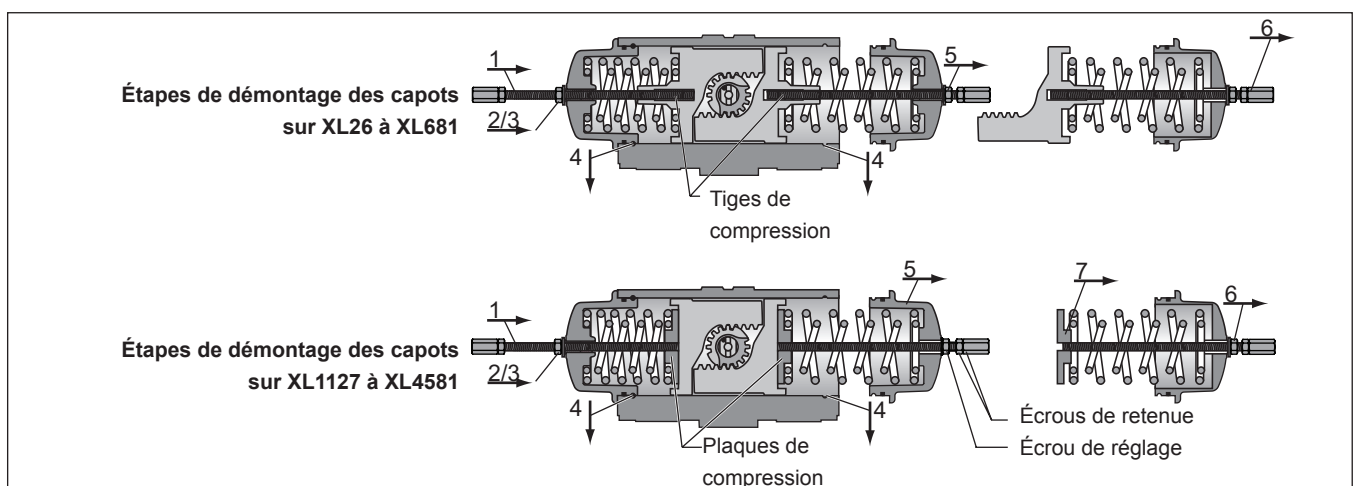

Fig. 5 : Démontage des capots
- 1 Desserrez les écrous de blocage (24) et retirez les fins de course (22) et les joints filetés (23) ou les joints toriques (23a).
- 2 Retirez l'indicateur (7) du haut du pignon (19). Pour les modèles XL26 à XL221, utilisez une clé Allen de 4 mm. Pour les tailles plus grandes, l'indicateur peut être tiré à partir du haut du pignon.
- 3 Retirez les boulons de scellement (28) et les joints (29) des capots (21).
- Pour les modèles XL 26 à XL 681 les pistons (20)
- Pour les modèles XL 1127 à XL4581 la plaque de compression (20a, voir aussi Fig 5) jusqu'en butée (NE SERREZ PAS TROP) et veillez à ce que l'écrou et la rondelle n'entrent pas en contact avec le capot.
- 7 Empêchez les écrous de retenue de tourner à l'aide d'une clé. Utilisez une autre clé pour visser les écrous de réglage d'un demi tour à la fois (voir Fig. 5) dans le sens horaire jusqu'à ce que deux tours complets aient été atteints. Cette opération permet de tirer
- Pour les modèles XL 26 à XL681 les pistons (20)
- Pour les modèles XL 1127 à XL4581 la plaque de compression (voir aussi Fig 5) vers les capots (21) et de comprimer les ressorts. Cette compression des ressorts libère la force du ressort et déverrouille le SAFEKEY en vue de son retrait.
- 10 Une fois les deux SAFEKEYS retirés, utilisez une clé pour faire tourner le pignon, en éloignant les pistons (20) jusqu'à ce qu'ils poussent les capots du corps.
- Pour les modèles XL 26 à XL681 les pistons (20), les ressorts et le capot sont libérés
11 Pour garder le jeu de ressorts intact (Fig. 5), laissez la tige de compression en place. Pour démonter le jeu de ressorts, dévissez l'écrou de réglage de la tige de compression en libérant la force du ressort, tout en empêchant la tige de tourner en bloquant les écrous de retenue à l'aide d'une clé.